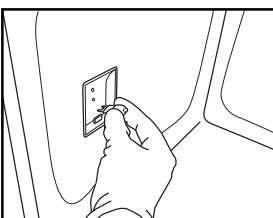

Fig.8
4. Remplacez l'ampoule (consultez la « Remarque » pour en connaître le type) (Fig. 8).